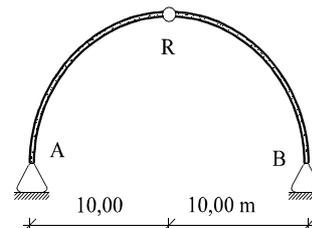

Figura 12
12) Debido a una variación de temperatura, el arco de la figura 12 sufre las deformaciones impuestas $\epsilon = 0,5 \times 10^{-3}$, $\chi = -0,6 \times 10^{-3}$ rad/m. Se pide dibujar la deformada y acotar sobre ella los movimientos y giros de los puntos con nombre para cada una de las deformaciones separadamente.